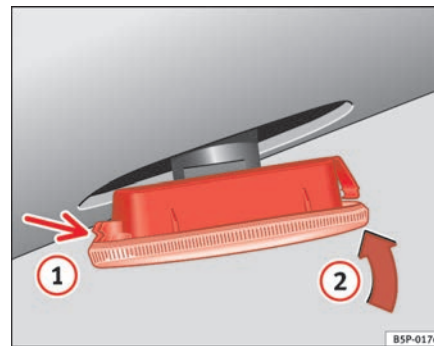

Fig. 158 Indicatori di direzioni laterali
- Collocare l'intermittente nel foro della carrozzeria, incastrando le linguette ① ⇒ pag. 239, fig. 158, e successivamente inserire la lampada come indicato dalla freccia ② ⇒ pag. 239, fig. 158. ■